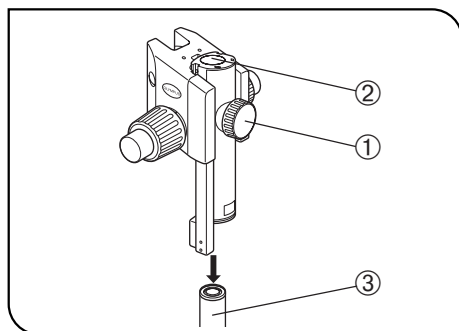

Abb. 16
2 Montieren der Fokussiereinrichtung (Abb. 16 & 17)
(Abb. 16 & 17)
1. Zunächst die Feststellschraube der Fokussiereinrichtung ① vollständig lösen. Die Fokussiereinrichtung mit beiden Händen festhalten und die Säule ③ von unten in die Montagebohrung ② einführen. (Abb. 16)
2. Die Fokussiereinrichtung bis zum Anschlag absenken, anschließend die Feststellschraube der Fokussiereinrichtung ① anziehen. (Abb. 16)
★ Wenn die Feststellschraube ① angezogen wird, solange die Säule ③ nicht vollständig in die Montagebohrung ② eingeführt ist, verformt sich die Blattfeder, die die Säule unterstützt. In diesem Fall lässt sich die Säule nicht mehr in die Bohrung einschieben. (Abb. 16)